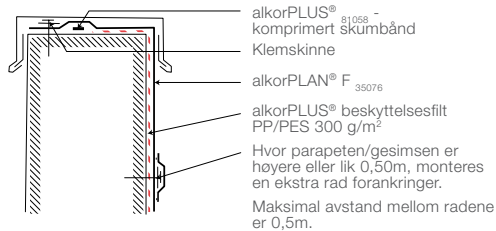

Fig.4: Princip for montage på murkrone
- Vindtettheten kan sikres med en stripe komprimert skumbånd alkorPLUS® 81058 bak klemskinne som vist på Fig. 4. Mellom murkrone og takfolie monteres alkorPLUS® beskyttelsesfilt PP/PES 300 g/m² mot ru og glatte overflater. Hvis murkronen er høyere enn 500 mm, kreves en ekstra rad fester.